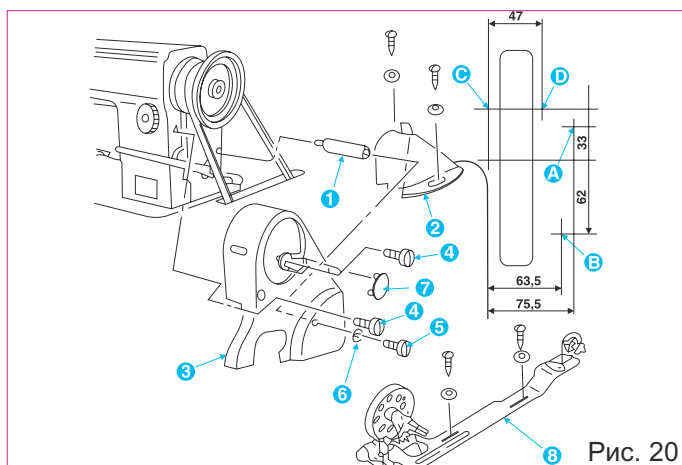
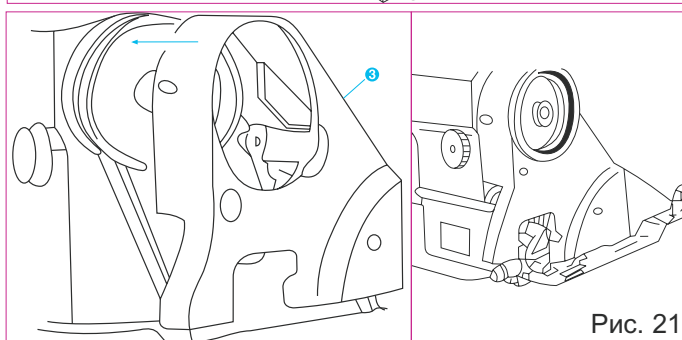

Рис. 20
Рис. 21
1. В столе просверлите два отверстия (А) и (В) рис.20 под прилагающиеся шурупы.
2. Закрепите моталку (6) на столе с помощью шурупов с шайбами, ввернув их в отверстия (А) и (В).
3. Вкрутите опору (1) кожуха в резьбовое отверстие рукава машины.
4. Кожух приводного ремня может быть двух типов — разборный и цельный. Разборный кожух состоит из двух основных частей — передней (4) и задней (5). Сначала установите переднюю часть(4), закрепив ее на рукаве машины через прокладку (2) с помощью винта. Затем установите маховое колесо с ремнем, как показано на рис.20.
5. Через прокладку (3) с помощью винта закрепите заднюю часть кожуха (5). Убедитесь, что ремень, колесо моталки и маховое колесо при вращении не задевают кожух.
6. Цельный кожух (3) рис.21, установите и закрепите так, как показано на рис.21. Убедитесь, что ремень, колесо моталки и маховое колесо при вращении не задевают кожух.